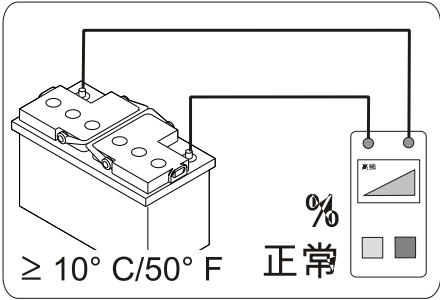
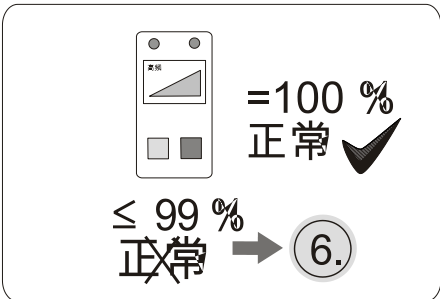

图 36
图 37
7.5 检查、评估并记录蓄电池的功能状态 (→ 图 36、 → 图 37、 → 参见图) :